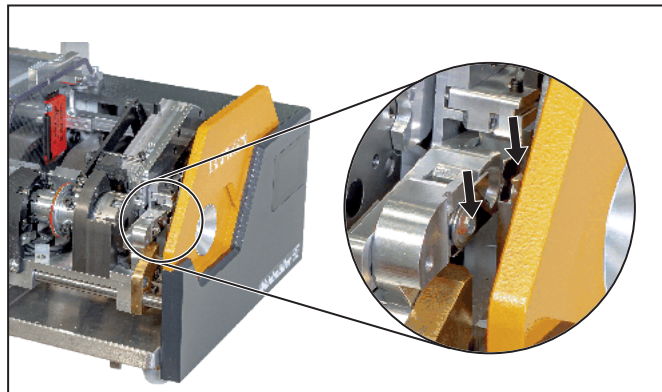

Рисунок 8.1 Смена ножа для снятия изоляции
- ▶ Удалить крепежные винты обеих пар ножей, см. Рисунок 8.1.